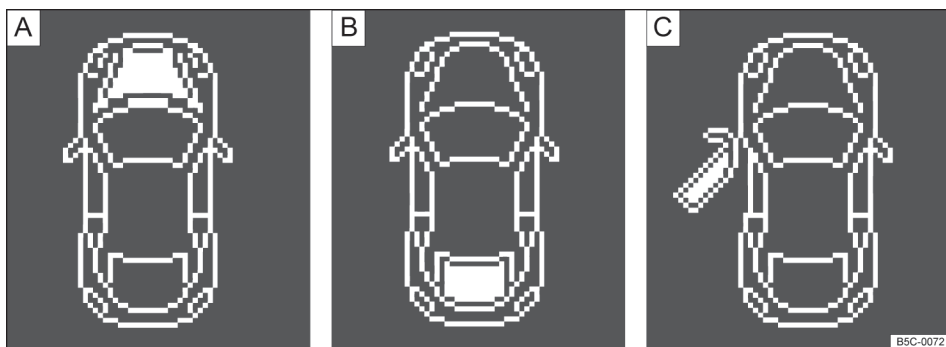

Fig. 12 A: tampa do compartimento do motor aberta, B: tampa traseira aberta, C: porta dianteira esquerda aberta.
- Porta, tampa do compartimento do motor e tampa traseira abertas ⇒ **Fig. 12**